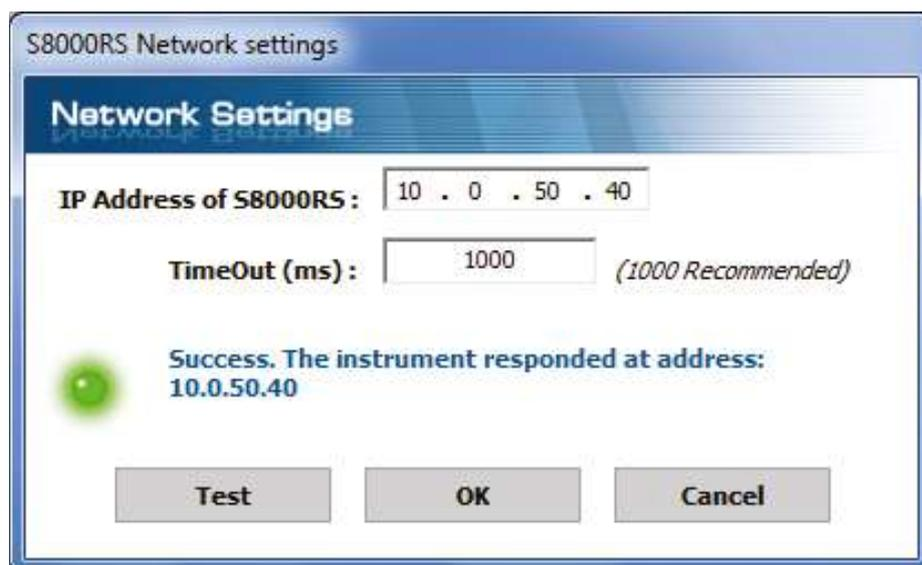

Abbildung 33 Netzwerk-Einstellungen
2. Windows erkennt das Gerät und installiert automatisch die passenden Treiber. Ist die Installation der Treiber erfolgreich, dann zeigt der Windows Geräte-Manager folgenden Treiber (siehe Abb. 33): Michell Instruments USB to UART Bridge Controller